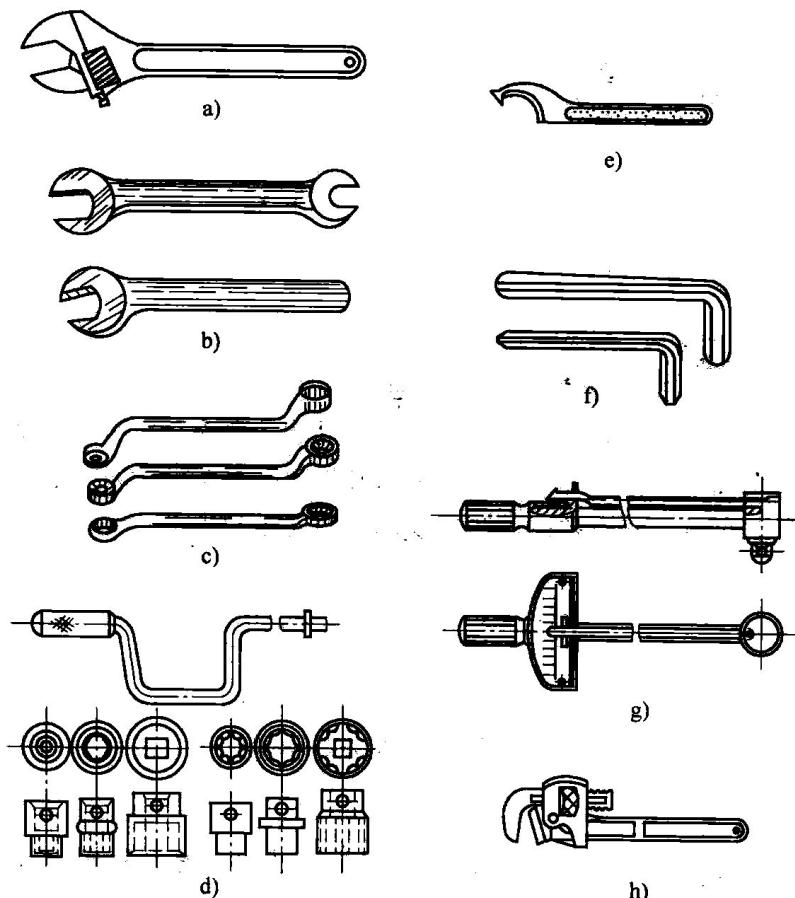

图 1-1 扳手
(1) 扳手 扳手用以紧固或拆卸带有棱边的螺母和螺栓，常用的扳手如图 1-1 所示。